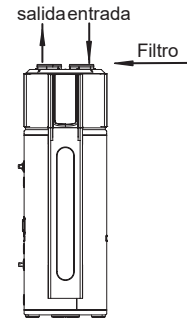

Fig. 3-8
- 5) Instalación del filtro en la entrada de la unidad. En cuanto a la unidad con conducto, el filtro debe colocarse en la posición de entrada del conducto. (Fig. 3-8/3-9)